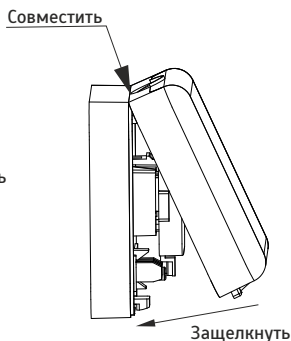

Рис. 4
5.4. Убедившись, что основание ИПР надёжно закреплено и провода подключены верно, запас провода не мешает перемещению кнопки и закрытию корпуса, одеть корпус ИПР на основание. Совместить выступы с внутренней стороны корпуса с выступами на верхнем краю основания и защёлкнуть упор в нижней части основания, как показано на Рис. 4.